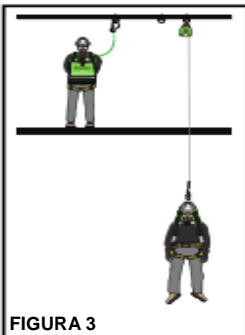

FIGURA 3
2. Después de una caída, el usuario que va a hacer el rescate debe primero asegurarse de que el accidentado esté consciente y en condiciones de subir por la escala de rescate. De ser así, el rescatador puede ir a buscar la escala de rescate (Figura 3).